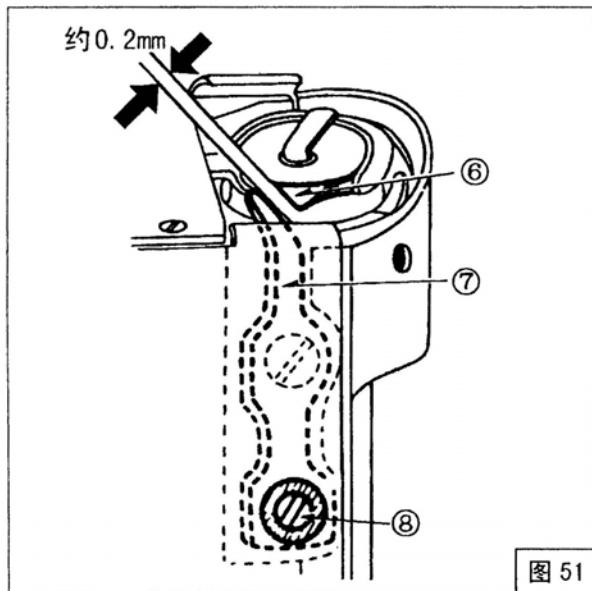

图 51
如图 51，取下推板，用手转动主动轮，使旋梭定位勾离开旋梭⑥部最大距离时停下，此时，检查旋梭定位勾与旋梭的间隙是否为 0.2mm 左右（根据线的粗细而不同），如果间隙太大或太小，调整旋梭定位勾定位螺钉⑧，使间隙符合要求，调整结束后，拧紧定位螺钉⑧。